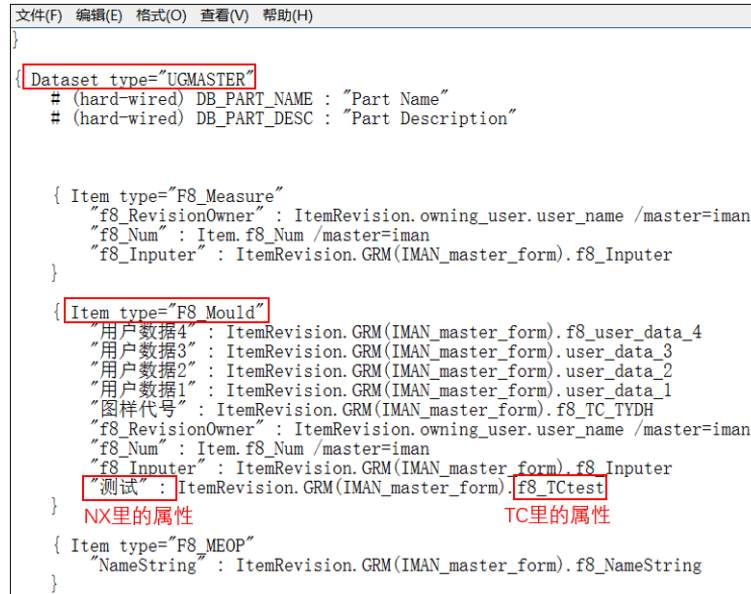

图 8
2、在 D 盘找到导出的“mapping”文件，打开并在“UGMASTER”数据集下 “F8_Mould”零组件类型下添加属性，具体如下图 8 所示。